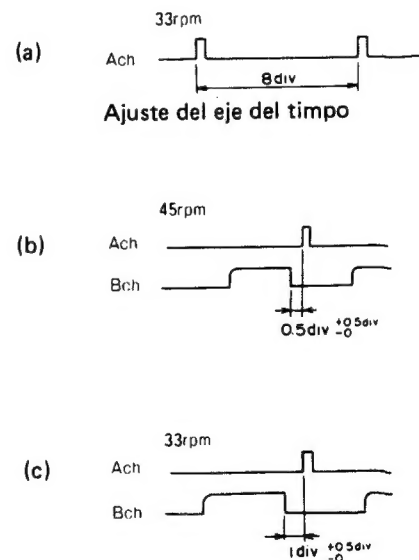

Figura 8-2 Formas de onda de ajuste de la operación del motor
2. Conectar el Ach del osciloscopio de trazas dobles a la unidad de tablero de circuito, al pasador No. 15 de Q3 (PD0008) y GND. Ajustar el eje de tiempo, de manera que la forma de onda de salida sea igual a 8 divisiones en el modo de 33 rpm. Figura 8-2(a).
3. Conectar el Bch del osciloscopio de trazas dobles a Q1 (PA2017) pasador No. 15, y GND. Ajustar el VR2 (45 rpm) de manera que la relación entre las formas de onda de Ach y Bch en el modo de 45 rpm sea como se muestra en la Figura 8-2(b).
4. Fijar el disco giratorio a 33 rpm y ajustar el VR1 (33 rpm) hasta que la relación entre las formas de onda Ach y Bch sea como se muestra en la Figura 8-2(c).